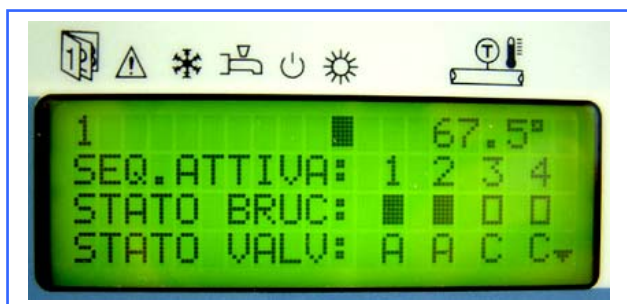

Рис. 3
Температура на подаче (рис. 3)
**COMFORT:** система в рабочем режиме (рис. 3), значение температуры на подаче для каскадного соединения - номинальное (установки 2.2.1. - а).
В случае неисправности на дисплее регулятора появляется соответствующее сообщение (рис. 3а и 3б), которое удерживается приблизительно 15 сек. и сопровождается звуковым сигналом (каждые 5 сек.). На дисплее появляется мигающий индикатор под символом  Проблемы, связанные с величинами, представлены на соответствующих строчках дисплея следующими образом:
- разъединенный датчик : буквы "-АА-" (рис. 3 б);
Выявление неисправности осуществляется посредством нажатия кнопки "ESC", когда на дисплее появляется сообщение, относящееся к этой неисправности (рис. 3а). В случае, если значение показателя больше не является неправильным, то буквы "-AA-" пропадут и будет представлена нормальная величина (напр. 65.0° C)
Когда проблема выявлена, акустический сигнал исчезнет и на дисплее появится основное окно (рис. 3б) с постоянно горящим индикатором под символом . Если неисправностей несколько, то фаза 1 (а) повторяется, показывая периодически (каждые 15 сек.) все сообщения об ошибках до выявления всех существующих неполадок.
**Замечание:** *если после выявления неисправности, она будет устранена, на дисплее пропадает индикатор под символом , после чего дисплей начнет отражать нормальное функционирование системы (напр., рис. 3 или 3.1).*